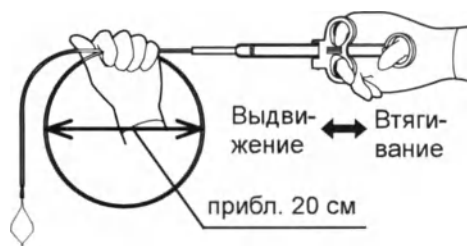

Рисунок 2
- 1 Держа инструмент, как показано на рис. 2, сформируйте петлю из вводимой части диаметром приблизительно 20 см.